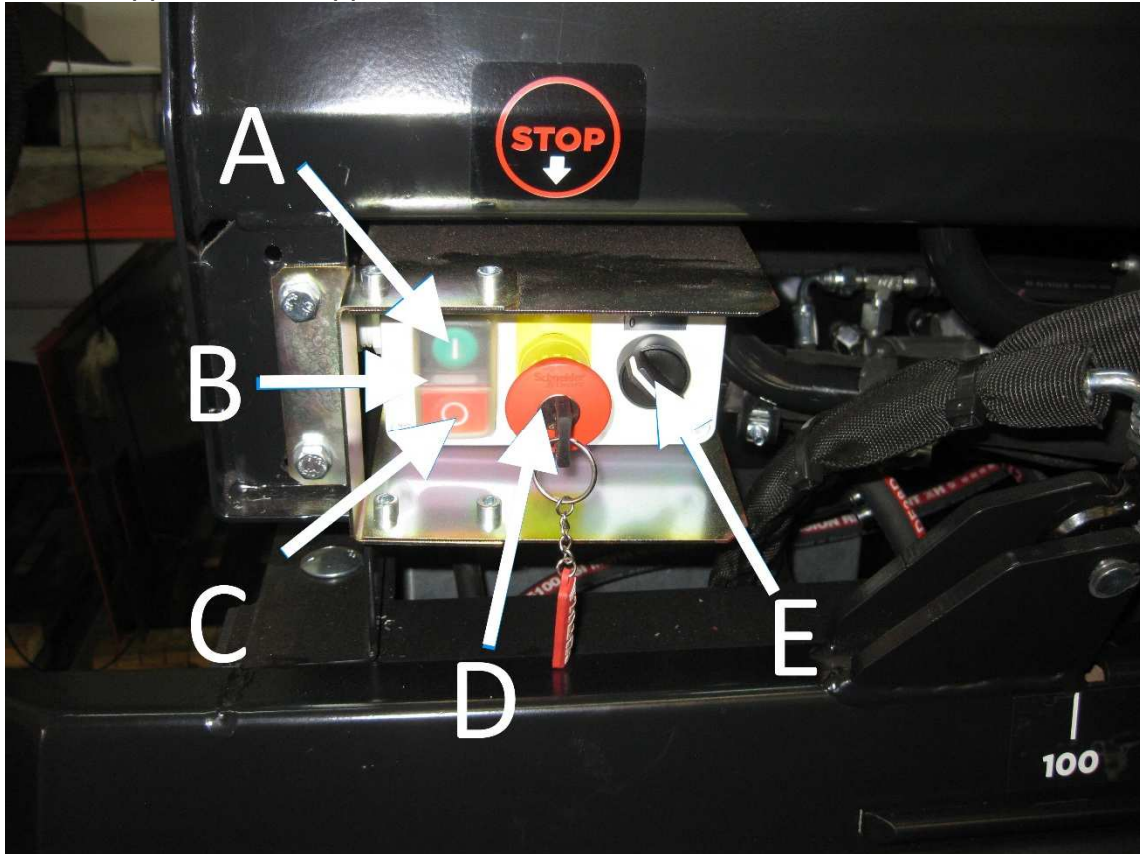

Bild 8.
3.8 Y/D-start av elmotorn, bild 8
3.9 Nödstopp i eldriven maskin, bild 8
Till oljebehållaren går det att få som tilläggsutrustning en med dekal och termostat försedd matta för elektriskt motstånd, effekt 300 W. Startern har redan en brytare för elektriskt motstånd som standardutrustning, bild 8 E. En värmning på 1–2 timmar räcker för att värma upp oljan tillräckligt för att underlätta uppstarten.